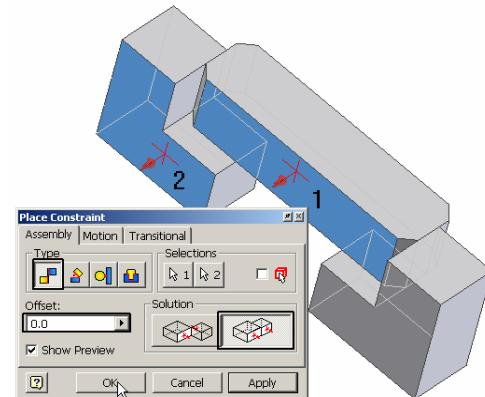

Figura 3.9.13.
- aliniere **Type - Mate, Solution - Flush, Offset = 0** față frontală **Stâlp față 3 Podium 1** – lansare comandă **Constraint**, click punctul 1, click punctul 2, butonul **Apply**, figura 3.9.13. În urma operației, panelul **Browser Bar**, afișat în modul **Modeling View**, este completat cu intrarea **Flush**, redenumită **Flush ST-POD 1 Fata 3**.